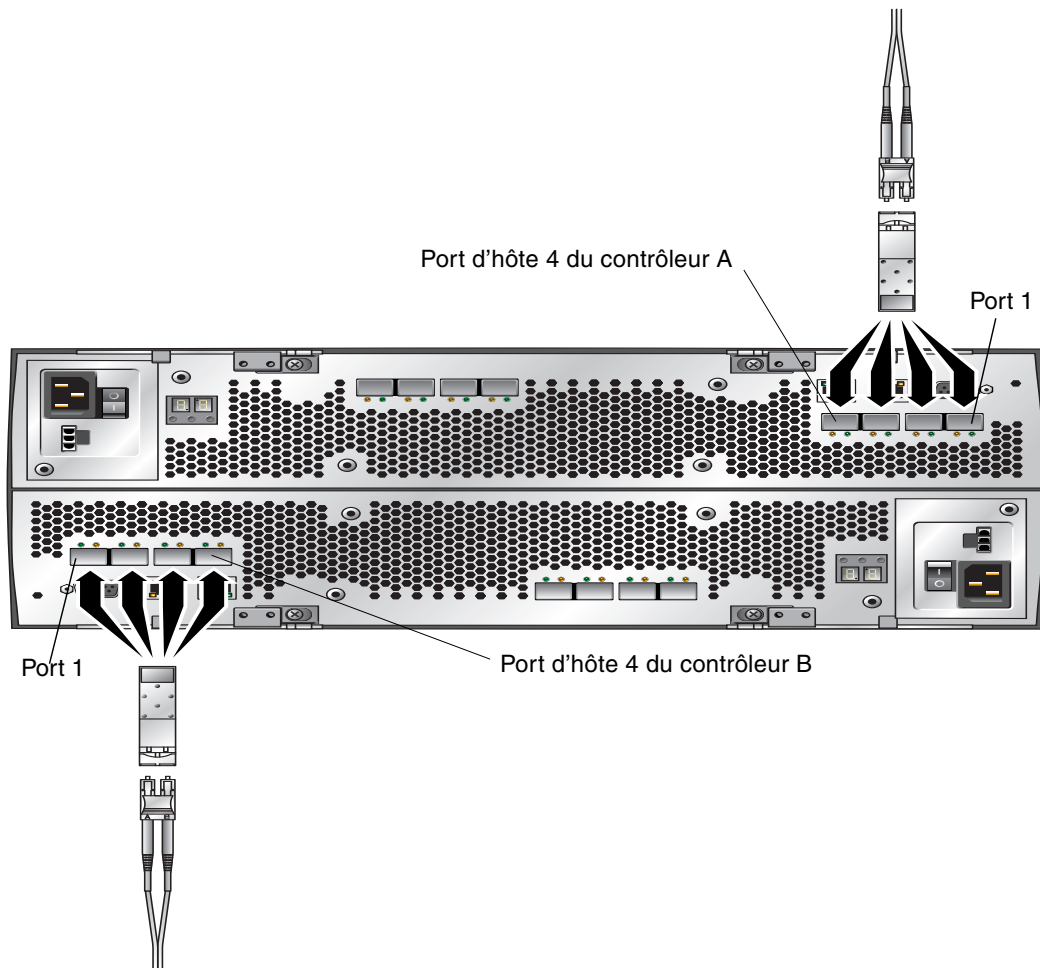

FIGURE 3-2 Ports d'hôte de données
1. Localisez les ports d'hôte de données (transcepteurs SFP (Small Form-factor Plug-in)) à l'arrière du plateau de contrôleur (voir FIGURE 3-2).
1. Localisez les ports d'hôte de données à l'arrière du plateau de contrôleur (voir FIGURE 3-2).